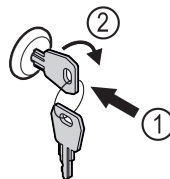

Fig. 86 Примерно изображение
- ▶ Пъхнете ключа Fig. 86 (1).
- ▶ Завъртете го на 90° по посока на часовниковата стрелка Fig. 86 (2).